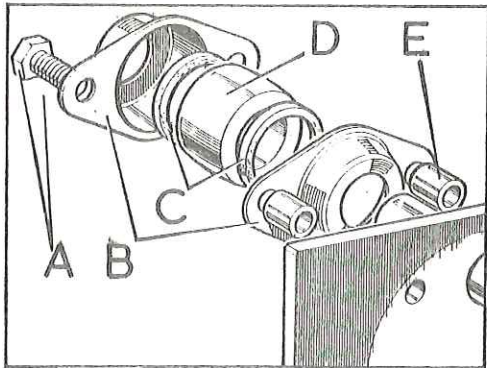

Fig. H-59 Cojinetes del eje transversal
- 1.4. Si fuese necesario, se desmontará la caja, B (Fig. H-59) de los soportes del eje transversal, así como las empaquetaduras, C, y casquillos autolubricados, D, que soportan el eje transversal.